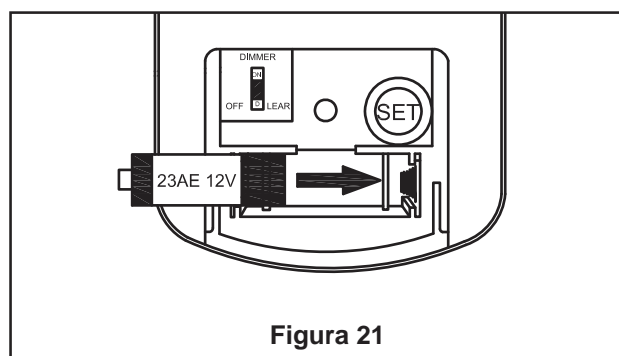

Figura 21
- ☐ 2. Para que el ventilador sea funcional, instale las pilas (incluidas) de 23A/12V en el transmisor del mando a distancia. Mientras el ventilador esté apagado. A continuación, siga el proceso de fijación remota de código. Si no se utiliza el ventilador durante un largo periodo de tiempo, extraiga la batería para evitar cualquier daño al transmisor. Almacene el mando a distancia en un lugar alejado del calor o la humedad excesiva. (Figura 21)